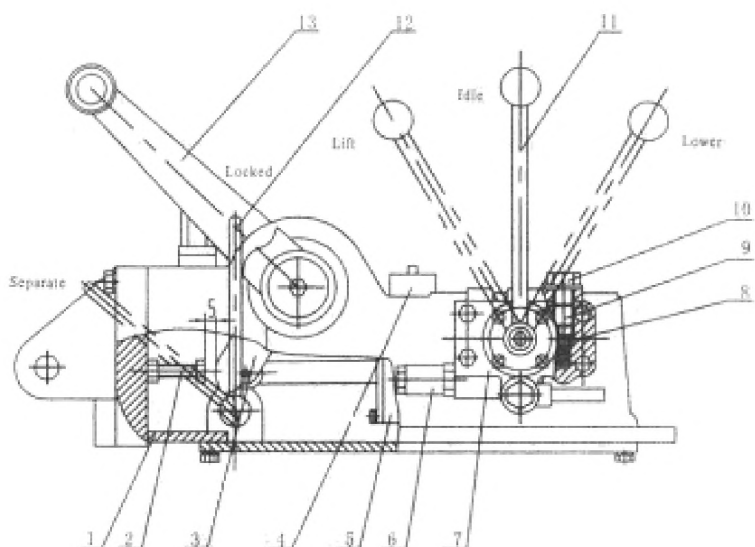

Рисунок 4-35. Подъемник (2).
(4).Подъемник (2).
Подъемник (2) (смотрите рисунок 4-35) состоит из картера подъемника (1), поворотного клапана (7), цилиндра (5), внутреннего рычага (3), внешнего подъемного рычага (13), масляного фильтра (4), предохранительного клапана (6), ограничительного болта (2), рукояти блокировки вала (12) и т.д.